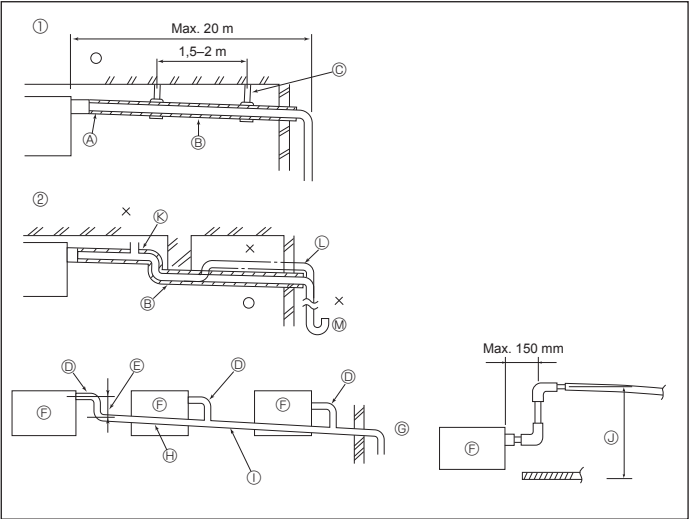

Fig. 6-1
6.1. Rețeaua de conducte de evacuare (Fig. 6-1)